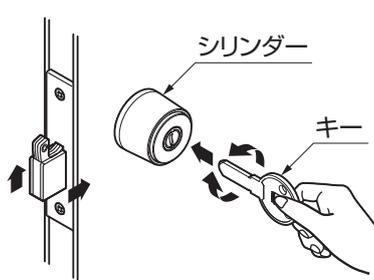

図5-1 シリンダー
①シリンダー、サムターンを手で回し施解錠できます。(図5-1、5-2参照)